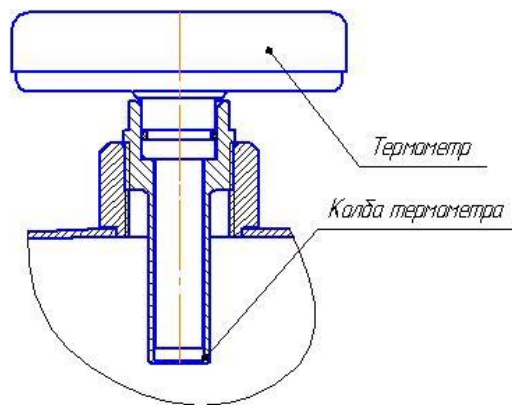

Рис. 3. Термометр
5.11. В колбу установки стрелочного термометра (рис. 3) накапать 6-8 капель машинного масла.